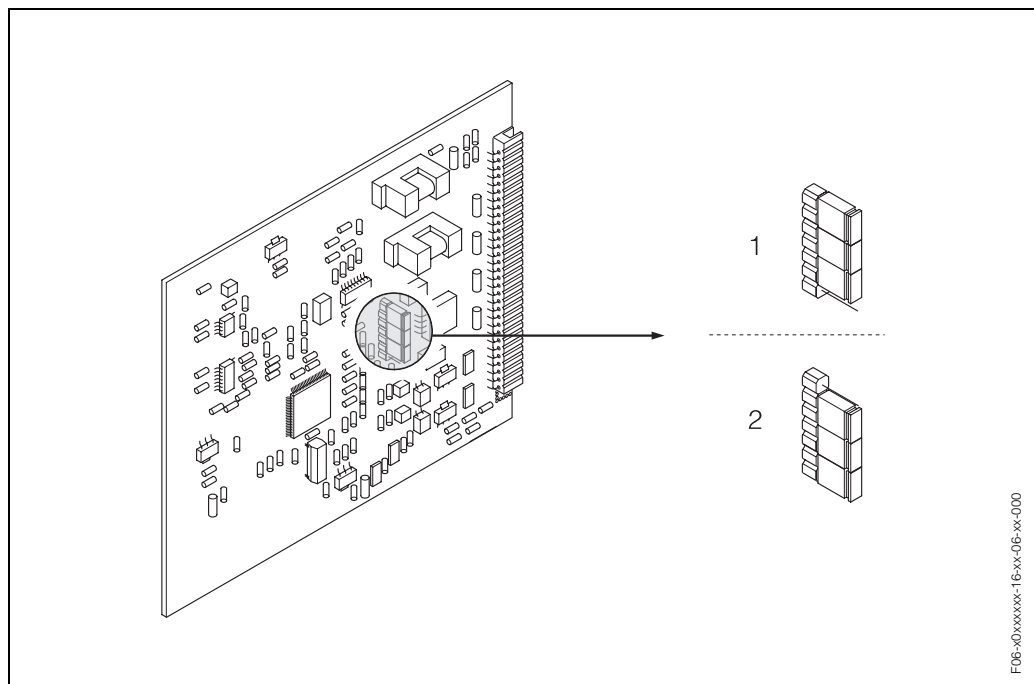

Abb. 25: Stromausgang konfigurieren (I/O-Platine)
3. Steckbrücken entsprechend Abb. 25 positionieren.
Zerstörungsgefahr von Messgeräten! Beachten Sie die in Abb. 25 angegebenen Positionen der Steckbrücken genau. Falsch gesteckte Brücken können zu Überströmen führen und damit das Messgerät selber oder extern angeschlossene Geräte zerstören!